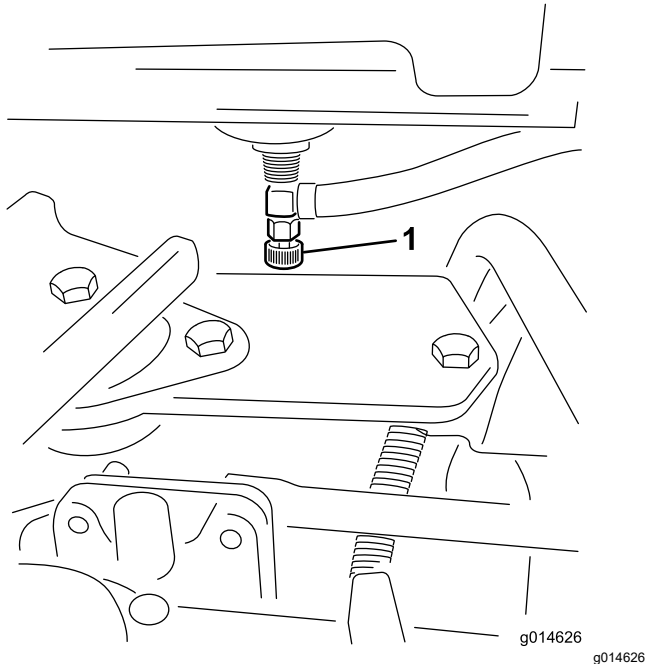

Bild 32
1. Schließen Sie den Kraftstoffhahn (Bild 32) unter dem Kraftstofftank.